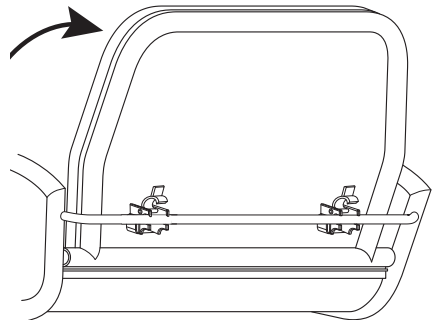

Abb. 4
1. Klappen Sie die Rückenlehne nach oben bis die beiden schwarzen Sicherungsclips an der hinteren Querstange anschließen. (Abb. 4)